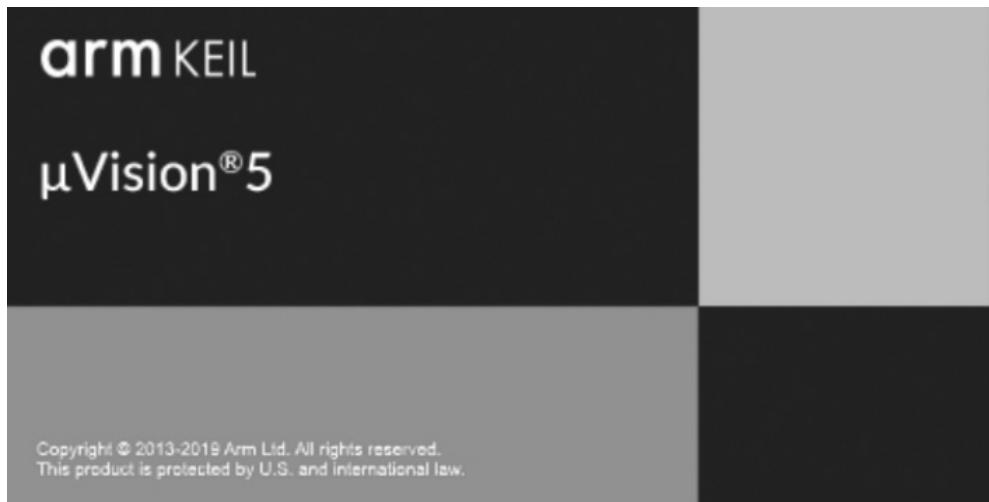

图 1-1-8 Keil C51 的启动界面
(1) 第一步：打开 Keil C51 软件。双击桌面上的“Keil μVision5”图标，启动 Keil C51 程序，启动界面如图 1-1-8 所示。